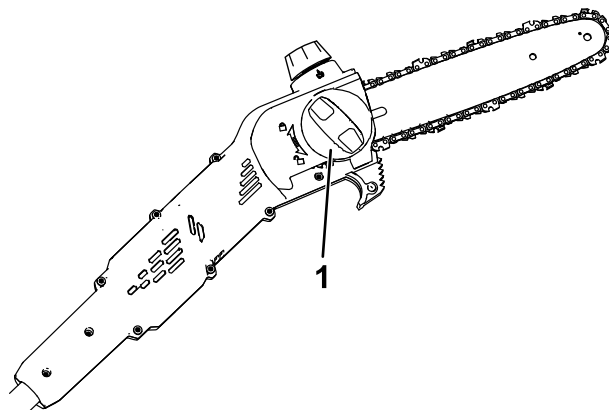
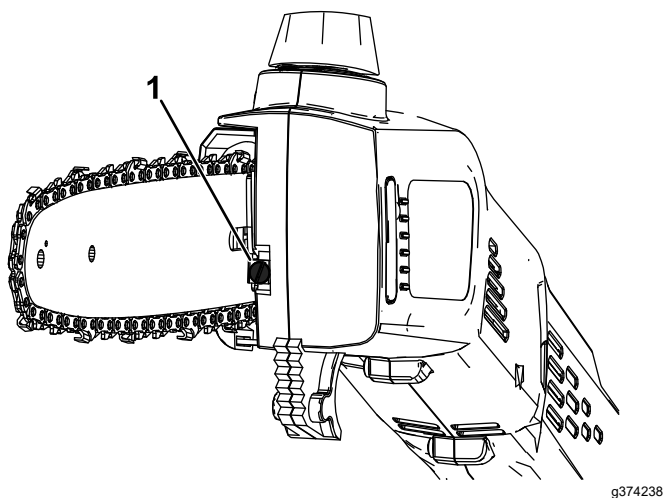

Figure 18
Figure 19
4. Dévissez le bouton du couvercle latéral du guide-chaîne pour desserrer le couvercle, mais laissez-le en place (Figure 18).
5. À l'aide de la vis de réglage de tension, ajustez la tension de la chaîne (Figure 19), puis fixez le couvercle latéral sur l'élaguese en tournant le bouton du couvercle dans le sens horaire; vérifiez ensuite la tension (Figure 18).
3. Détendez la chaîne en tournant la vis de tension dans le sens antihoraire (Figure 19).